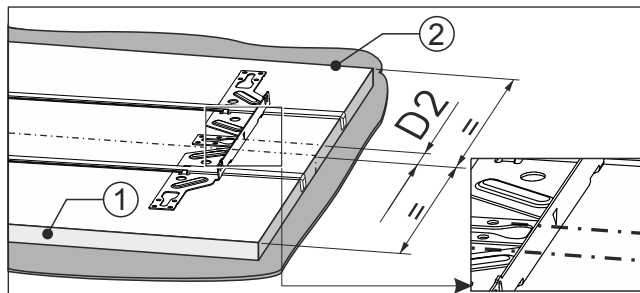

Fig. 97
- Markeringen på monteringstraversen ligger på markeringen Fig. 97 (D2).